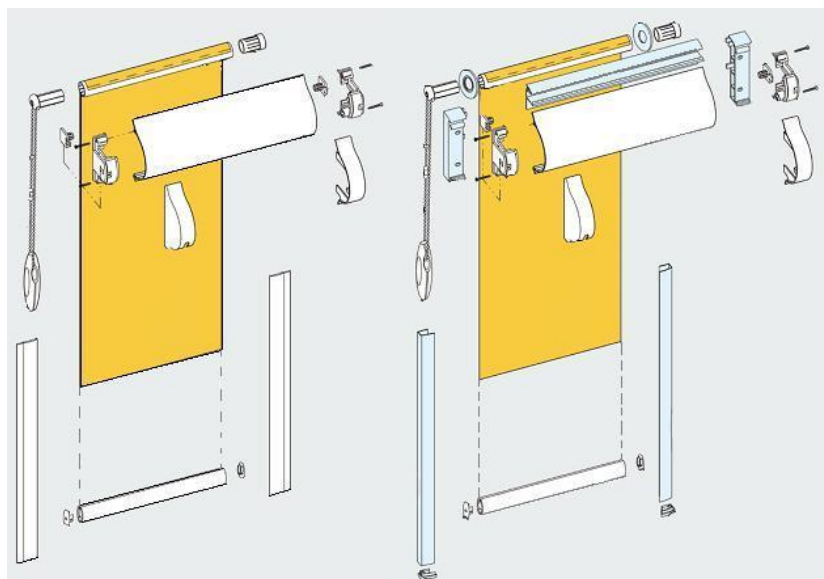

**Рис. 5**
*Для системы Делюкс с П-образными направляющими задаются габаритные размеры будущего изделия (Рис.5).*
Для монтажа направляющих необходимо по 18 мм ,для монтажа короба не менее 25 мм над световым проёмом (Рис.5)